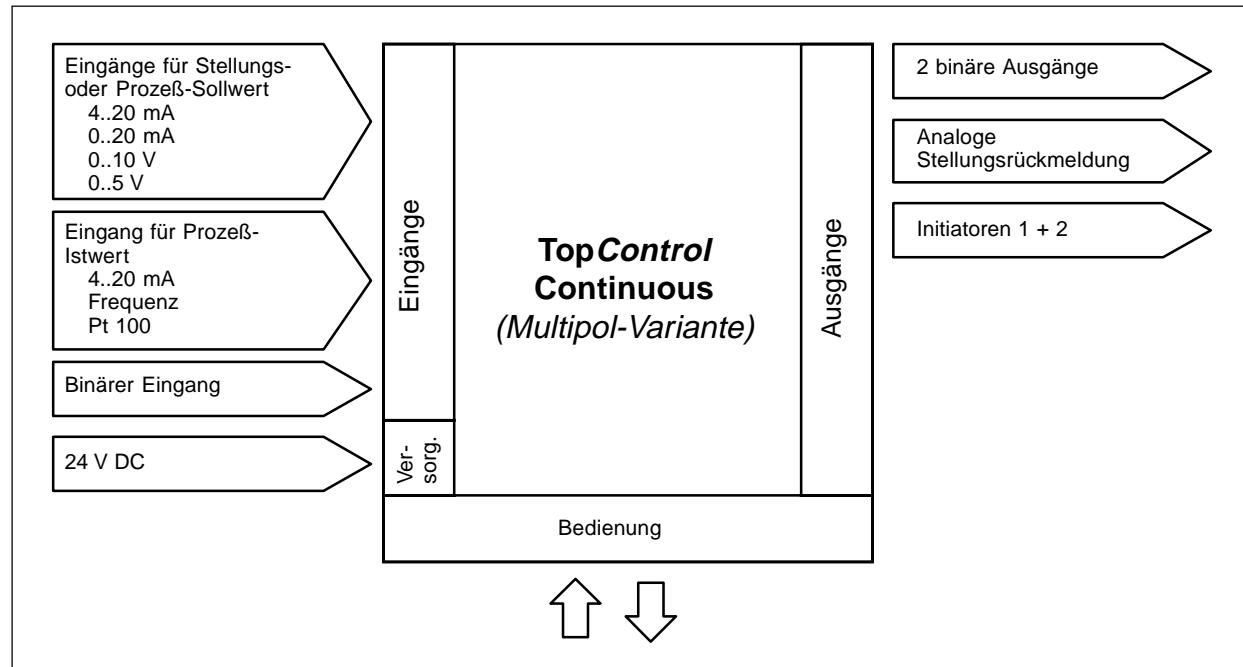

Bild 3.8: Schnittstellen des TopControl Continuous bei der Multipol-Variante
- **Variante Multipolstecker** mit vollem Funktionsumfang (Bild 3.8)